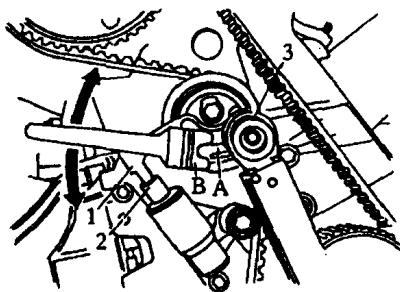
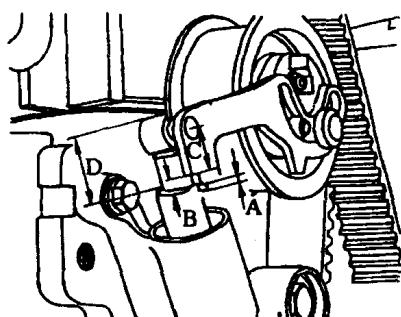

图 1-27
图 1-28
①凸轮轴正时带轮上的标记与缸盖护板或正时带护罩上的标记对齐。
②正时带套装到曲轴正时带轮上 (注意旋转方向)。
③安装正时带下护罩。
④用螺栓拧紧扭转减振器及带轮。
⑤发动机处于上止点位置。
⑥用双孔螺母扳手 B 向右旋转正时带张紧器直到柱塞 1 完全弹出，张紧器柱塞 2 提升大约 1mm (如图 1-27 所示)，再用扳手将紧固螺栓 3 拧紧。
⑦将发动机按运转方向转两圈，直到凸轮轴正时带轮对准上止点标记。
⑧检查区域 A 是否与柱塞 2 的上边缘一致，如图 1-28 所示。必要时按如下方式调整；将区域 A 调合格或 D 在 25~29mm 之间；区域 B 为磨损区域；重新调整区域 C。
⑨用双孔螺母扳手 B (见图 1-27 所示) 固定住张紧轮后，用 25N·m 的拧紧力矩将紧固螺栓 3 拧紧。